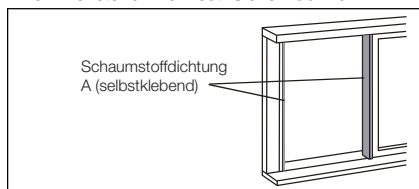

Abb. 18
1. Schneiden Sie die Schaumstoffdichtungen (selbstklebend) auf die erforderliche Länge zu, und kleben Sie die Dichtungen am Fenster und am Fensterrahmen fest. Siehe Abb. 18.